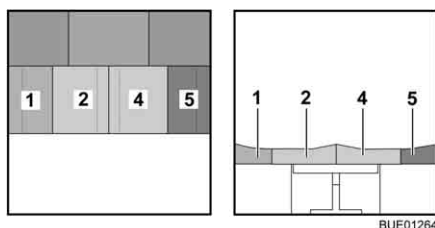

Bild 77 Efter ombyggnaden
- Skjut in ryggdynorna (Bild 77,1 och 5) mellan sittdynorna och ytterväggen. Beakta kilformen.